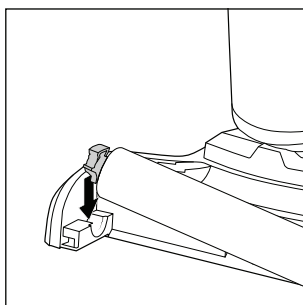

Fig. 40
- ◆ Pressione então a fixação no lado esquerdo do rolo de escova **6** contra a abertura no lado esquerdo do pé **3**, até o rolo de escova **6** encaixar de forma audível (ver fig. 40).